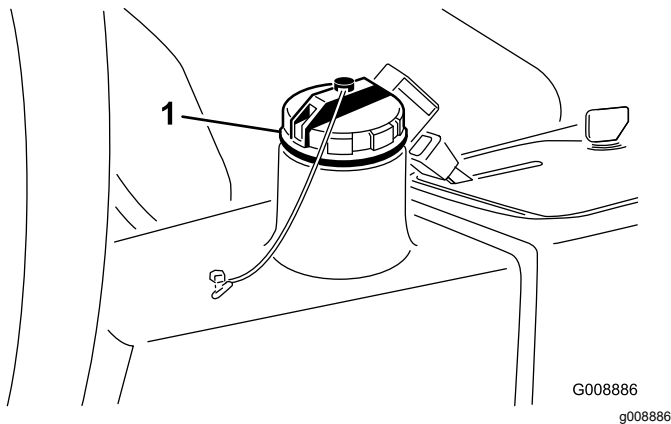

图 30
2. 清洁液压油箱加油颈和油箱盖周围的区域 (图 30)。取下液压油箱盖。